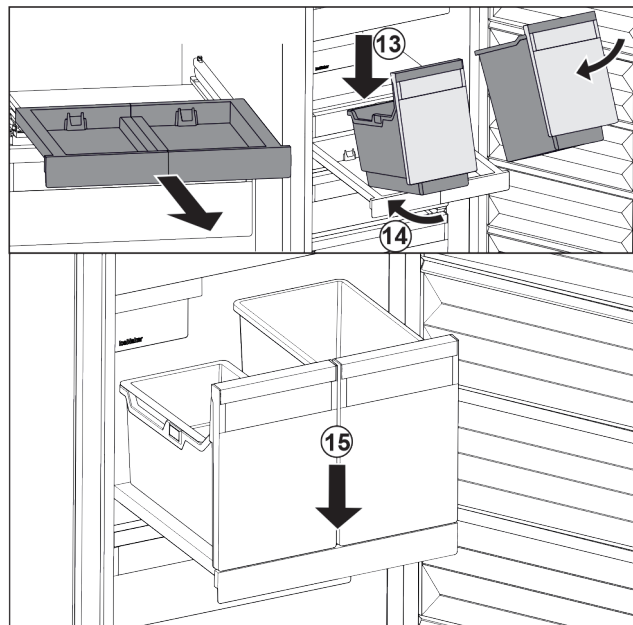

Fig. 24
- ▶ Bak schuin op het uitschuifplateau plaatsen. *Fig. 24 (13)*
- ▶ Bak er schuin naar achteren inschuiven. *Fig. 24 (14)*
- ▶ Bak aan voorzijde neerzetten. *Fig. 24 (15)*